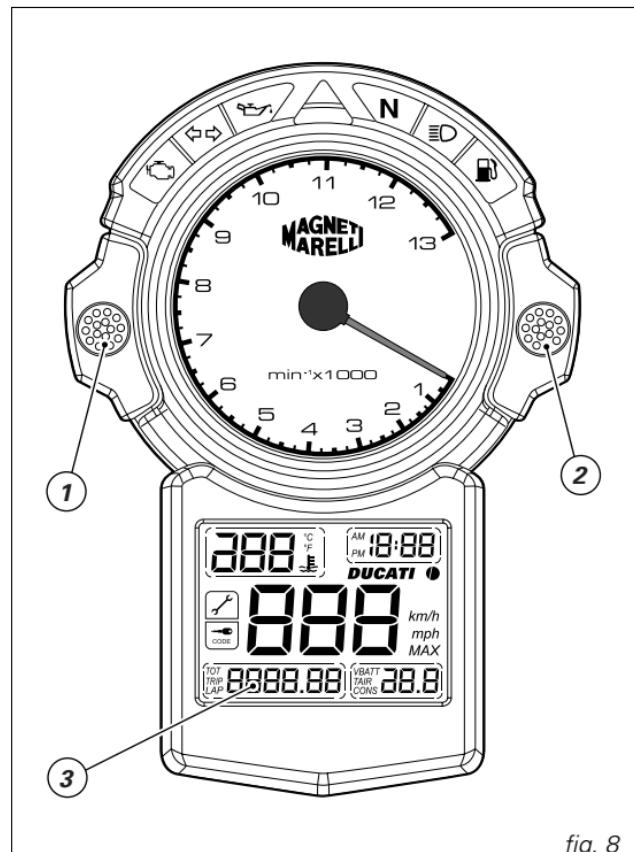

fig. 8
Appuyez sur le bouton (1, fig. 8) pendant 2 secondes au moins.
Sélectionnez AM/PM en appuyant sur le bouton (2, fig. 8). Appuyez sur le bouton (1) pour valider le choix et passer au réglage de l'heure.
Sélectionnez la visualisation TRIP sur l'écran (3, fig. 8).